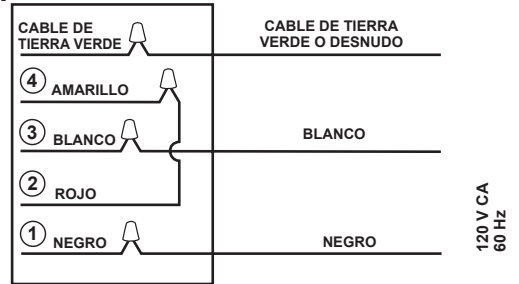

FIGURA 4
2. Para el funcionamiento con 120 V, haga las conexiones indicadas en la figura 4.